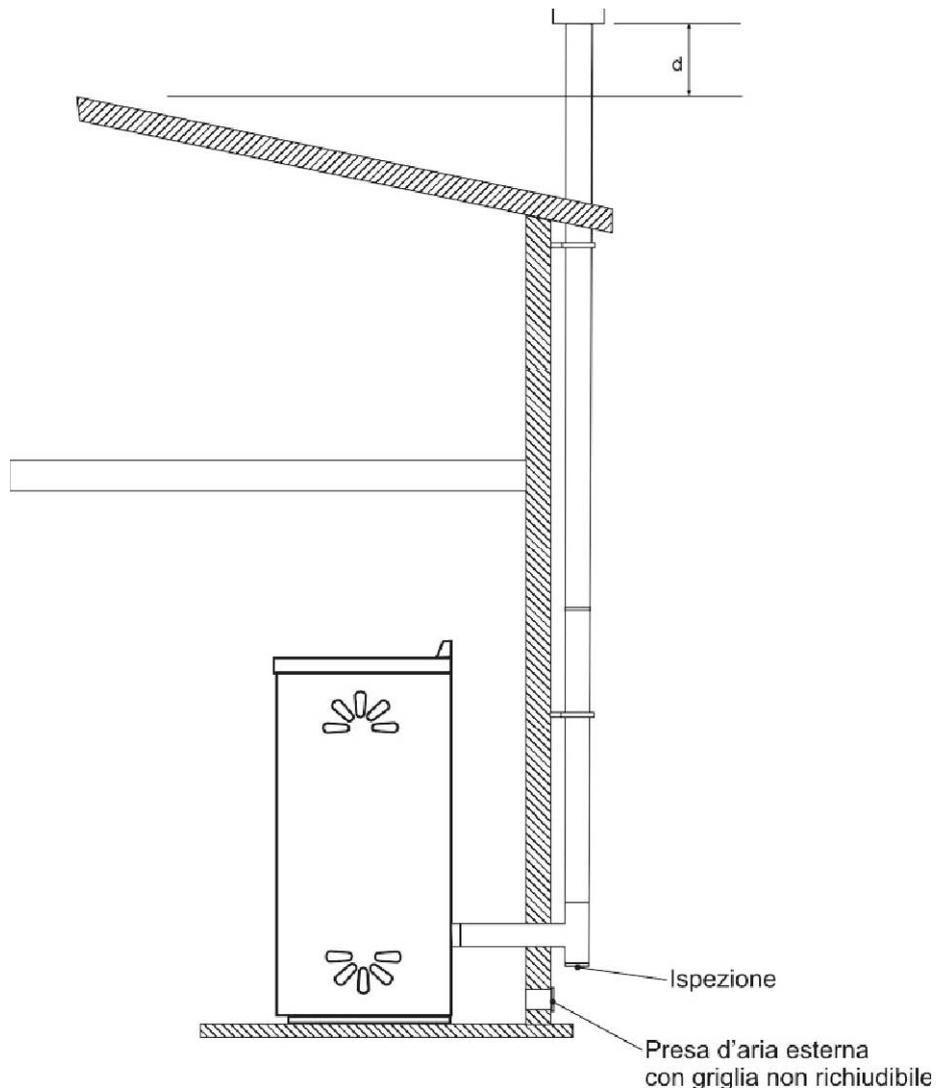

Fig. 13
- Devono essere utilizzati solo tubi isolati (doppia parete) in acciaio inox fissati all'edificio (fig.13).
- Nella fig. 13 è rappresentata la soluzione da adottare nel caso si voglia utilizzare un condotto fumi esterno.